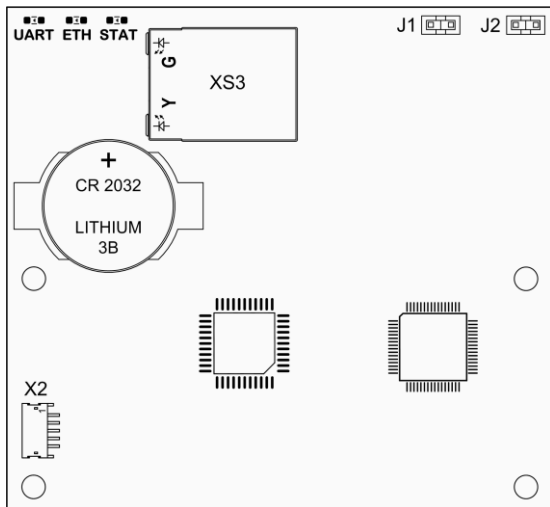
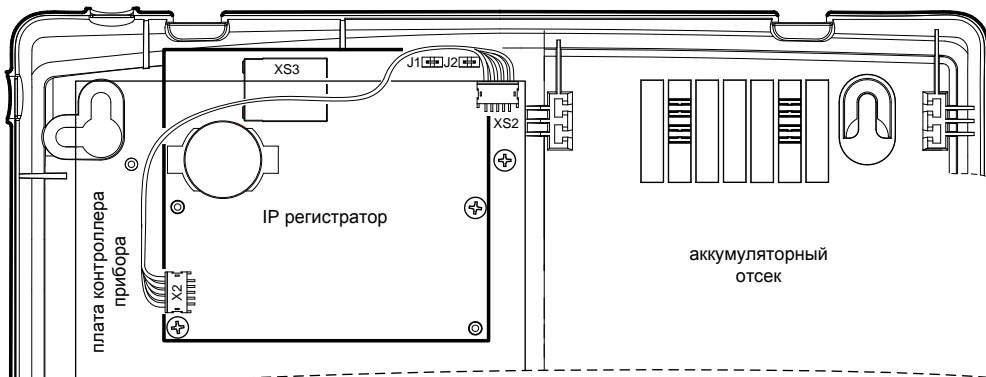

Рис.1 Плата IP регистратора
Рис.2 Установка IP регистратора в прибор
На плате IP регистратора установлены две переключки J1 и J2 (рис.1). Назначение переключек приведено в табл.1.
3. Подключите жгут САОП.685621.046 к разъёму X2 платы IP регистратора (рис. 1, 2).
4. Установите IP регистратор (рис.1) в корпус прибора (под плату контроллера), как показано на рис.2 и зафиксируйте его двумя винтами-саморезами.
6. Подключите жгут САОП.685621.046 к разъёму XS2 платы контроллера прибора (рис.2).